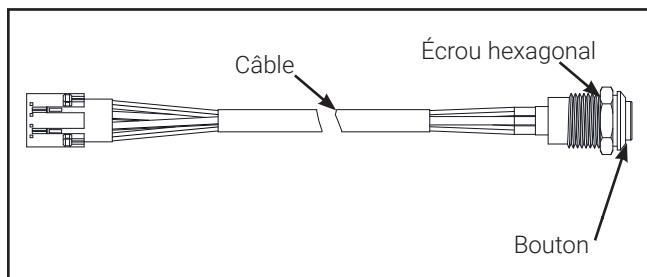

Figure 1.
1. Retirez l'interrupteur d'essai du bloc-piles dans le boîtier installé (Figures 1 et 2).